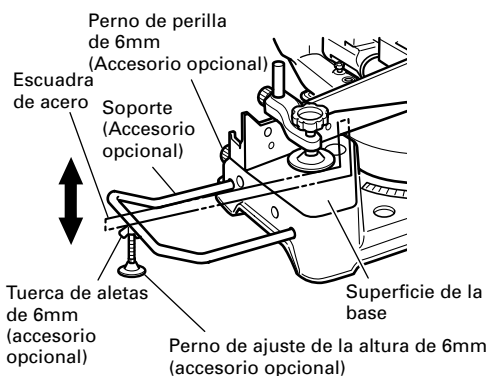

Fig. 14
(1) Como se indica en la Fig. 14, utilice una escuadra de acero para alinear el borde superior de los soportes con la superficie de la base.